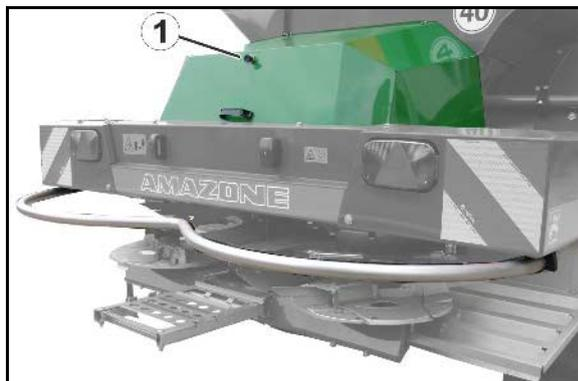

Fig. 74
1. Dévisser les deux tôles de protection (Fig. 74/1) sur le côté interne du tambour de frein.
La saleté ayant pénétré à l'intérieur peut se déposer sur les garnitures de freins (Fig. 74/2) et altérer ainsi essentiellement la puissance de freinage.